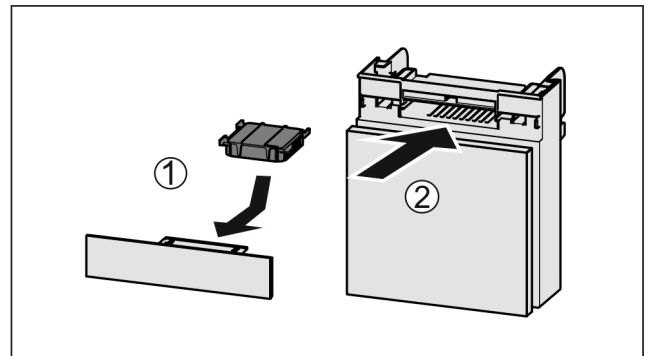

Fig. 123
- Vložte aktívny uhlíkový filter podľa obrázka Fig. 123 (1).
- Zasuňte zásuvku Fig. 123 (2).